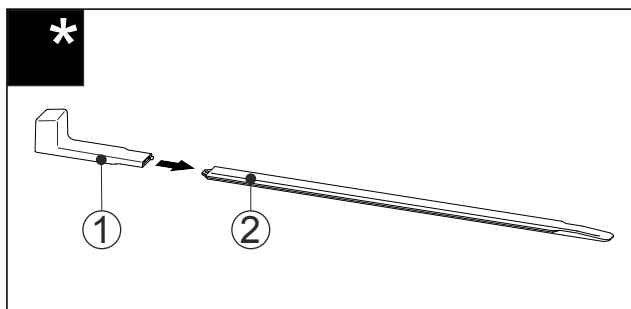

Fig. 56
- Поставете монтажната дръжка Fig. 56 (1) на нивелиращата релса Fig. 56 (2).